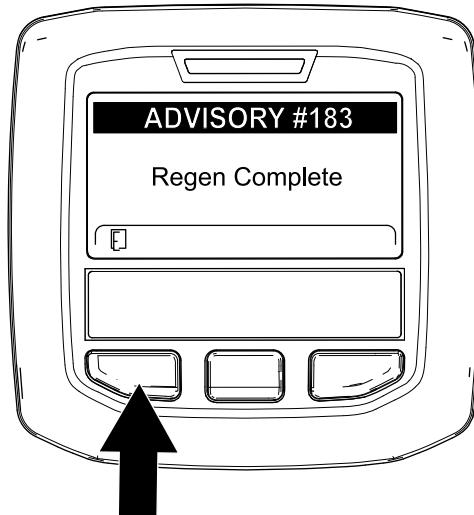

Figure 65
9. Quand le calculateur moteur achève une régénération en stationnement ou d'urgence, l'InfoCenter affiche ADVISORY #183 (avis n° 183) (Figure 65). Appuyez sur le bouton gauche pour quitter l'écran d'accueil.
**Remarque:** Si la régénération échoue, l'InfoCenter affiche Advisory #184 (avis n° 184) (Figure 65). Appuyez sur le bouton gauche pour quitter l'écran d'accueil.